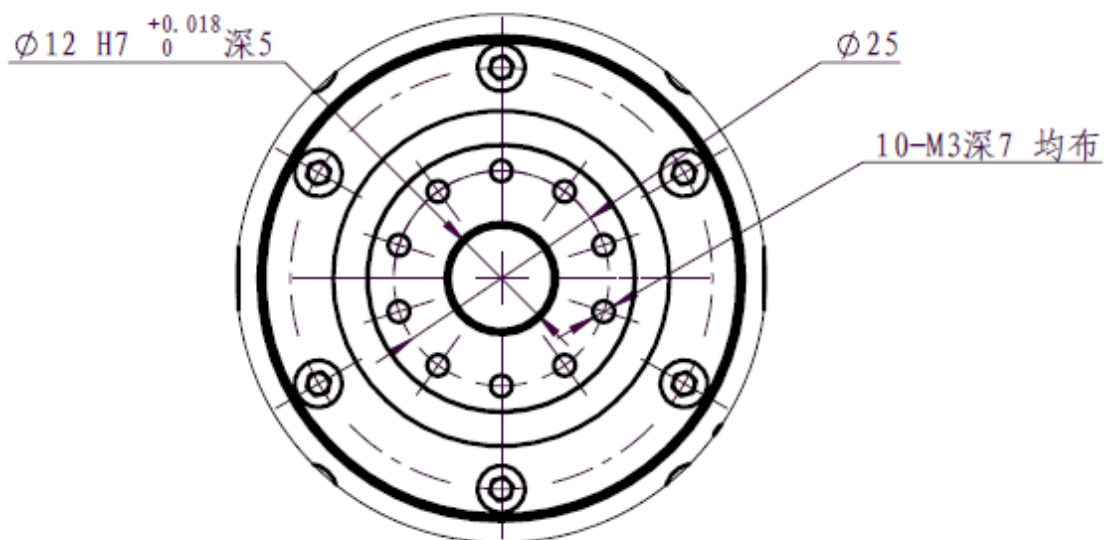

图 3-5 SD500E/ SD700E 工具法兰安装尺寸图
3. SD500E/ SD700E 工具法兰安装尺寸如图 3-5 所示。